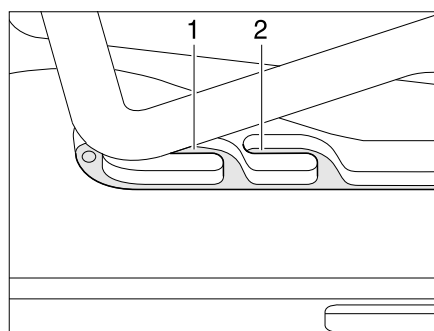
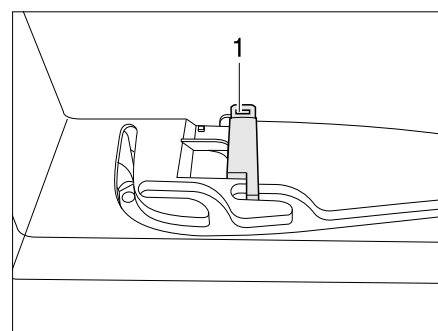

Fig. 93 Lanterneau Heki en position de ventilation
Fig. 94 Verrouillage position de ventilation
Il est possible d'amener le lanterneau Heki en deux positions de ventilation : Position pour mauvais temps (Fig. 93,1) et position intermédiaire (Fig. 93,2). Suivant le modèle, il est possible de verrouiller le lanterneau en position intermédiaire avec le verrou (Fig. 94,1).
- Pousser légèrement l'étrier vers le haut, le pousser dans la glissière choisie (Fig. 93,1 ou 2) et le verrouiller si nécessaire.